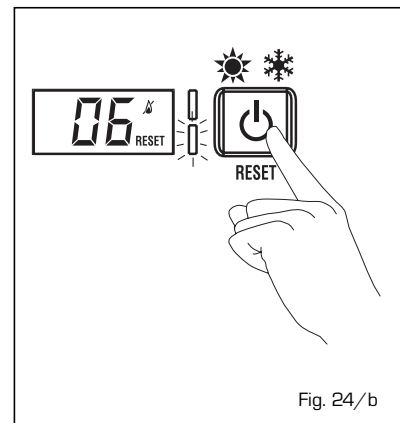

Fig. 24/b
- **ANOMALIA FUNZIONE TERMOSTATO SICUREZZA "AL 07"** (fig. 24/c)